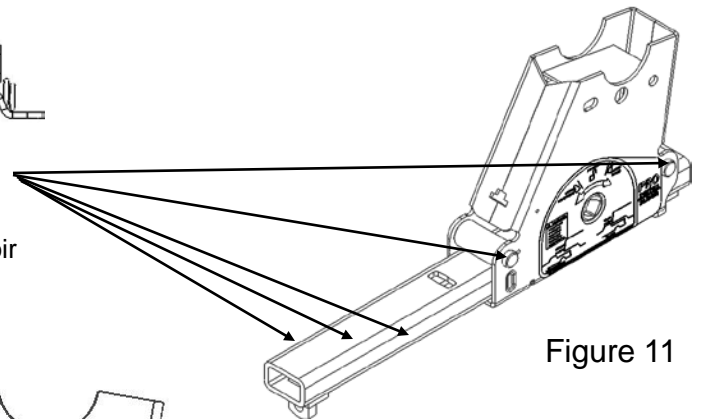

Figure 11
7. Enduisez les surfaces supérieure et latérales du tube à coulisse ainsi que les orifices des rouleaux (5 endroits) de chaque ensemble de curseur à l'aide d'une graisse tous usages ou d'un lubrifiant au teflon, appliquer au besoin (voir figure 11). Répétez l'application à chaque mois durant l'utilisation.